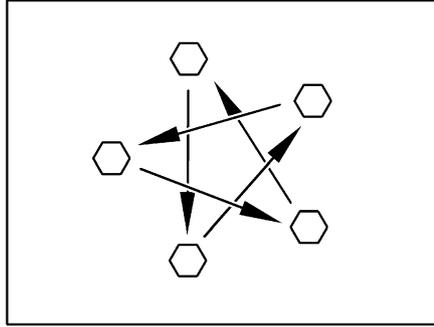

Bild 297 Radmuttern oder Radschrauben über Kreuz anziehen
- Radmuttern oder Radschrauben regelmäßig auf festen Sitz prüfen. Radmuttern oder Radschrauben eines ausgewechselten Rades nach 50 km über Kreuz nachziehen (Bild 297).
- ▷ Radmuttern oder Radschrauben über Kreuz anziehen (Bild 297).